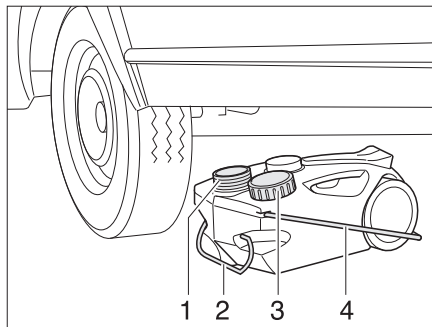

Fig. 154 Serbatoio delle acque grigie, mobile
- Chiudere l'apertura del serbatoio delle acque grigie (Fig. 154,1) con il coperchio (Fig. 154,3).
- Estrarre il serbatoio delle acque grigie tramite la maniglia (Fig. 154,2).
- Sollevare verso l'alto la maniglia da asporto (Fig. 154,4) e posizionare verticalmente il serbatoio delle acque grigie.